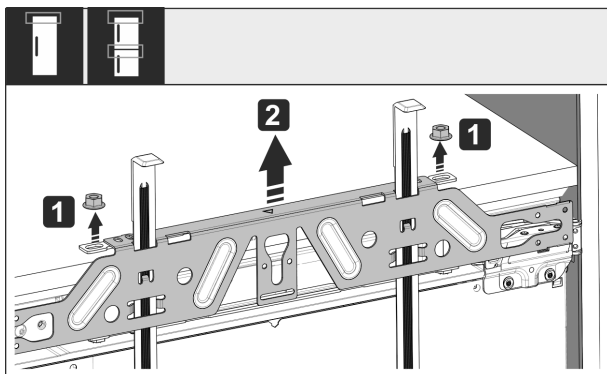

Fig. 53
- Svitare i controdati Fig. 53 (1).
- Togliere la traversa di fissaggio Fig. 53 (2).